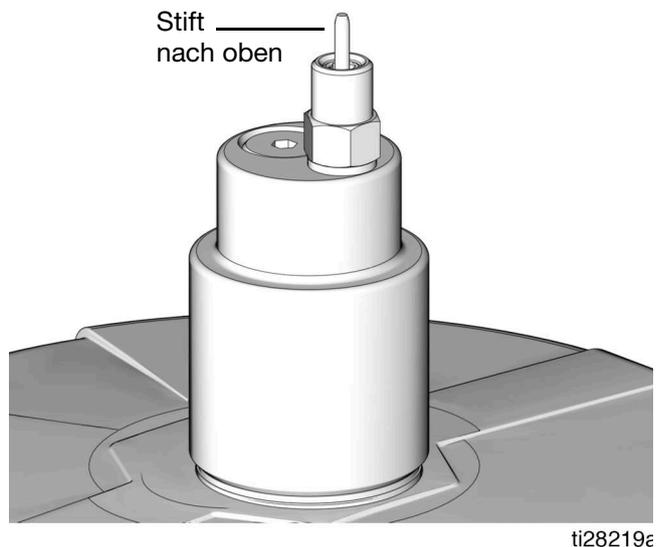

ABB. 24
2. Den Versorgungsschlauch (J) an der Schnellkupplung (V) anschließen.
3. Die Pumpe (F) der Fernfüllstation einschalten und den G3-Behälter (D) füllen, bis der Anzeigestift am Ventil der automatischen Befüllung nach oben gedrückt wird, siehe ABB. 24. Der Druck in der Nachfüllpumpe (F) wird aufgebaut und die Pumpe setzt aus.